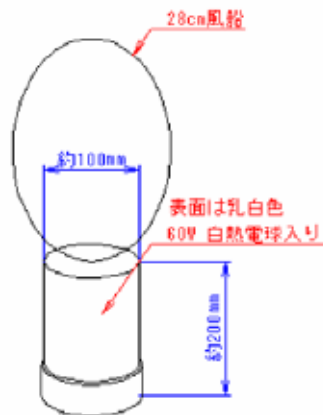
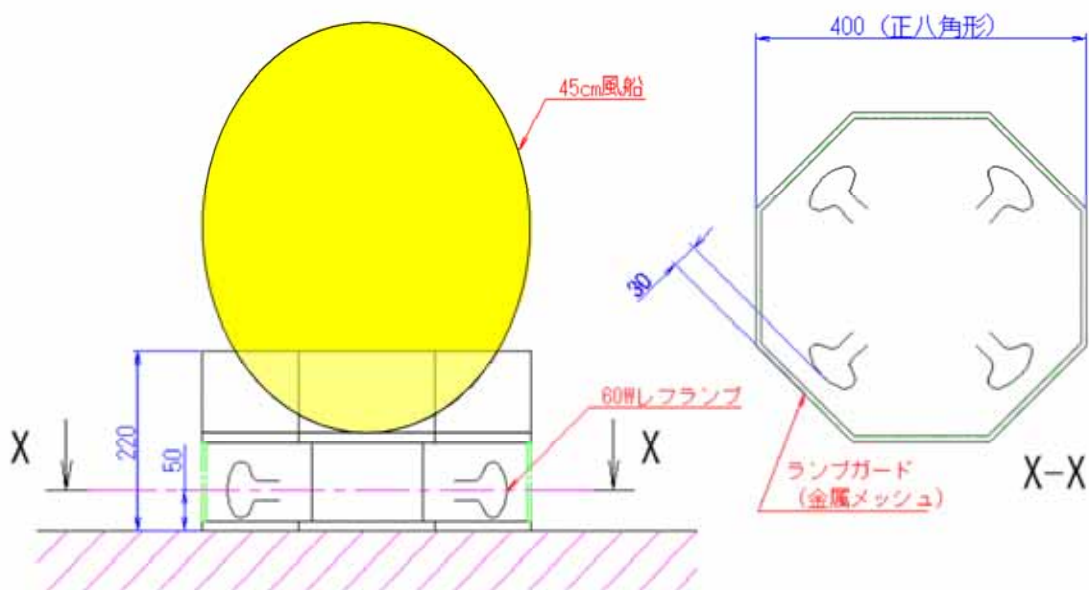

図 2 グローブ詳細
図4 大風船台座詳細図
- (4) A : 大風船の中央の台座には図 4 に示すように 45 c m 風船が、B : 小風船を取り付けるグローブには図 2 に示すように 28 c m の風船が取り付けられます。
- (5) 競技場の床面はおおむね図の通りに明確に区別の付くトーンで 2 色に色分けされています。床面の暗部、及び側壁、予選用のパーティションは「濃紺色」の塗料です。床面の明部は「白色」の塗料でそれぞれペイントされています (ターナー色彩 (株) ターナーネオカラー 表示色名 『紺』 『白』)。
- (6) B : 小風船を設置するグローブランプは松下電工 HH4061 を使います。DIY ショップ・量販店向けブリスタパック商品です (施工用同等品は LW56203T)。風船が割れた際のランプの消灯は審判員による手動操作となります。スタート時の赤色ランプの点滅は自動となります (1 秒間点灯、1 秒間消灯の繰り返し)。赤色電球には旭光電機工業株式会社 PS60E26 100/110V60WCR (一般電球 クリヤーカラー (生地色) レッド (赤色) ガラス径 60M 長さ 110MM) を使用します。